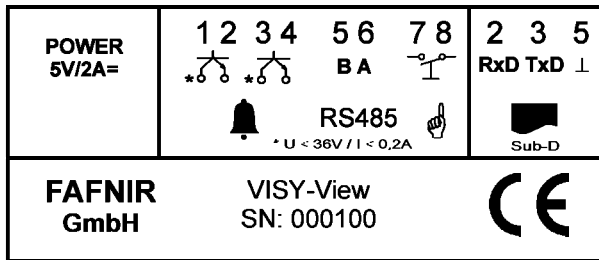
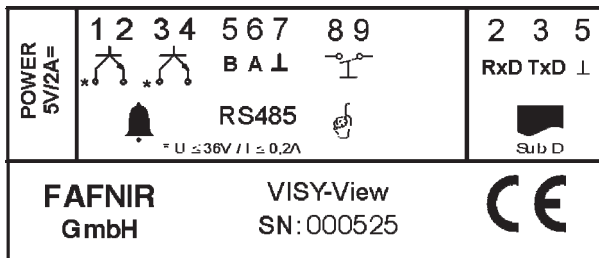

Abbildung 5: Typenschilder bis Gerätenummer 524
Abbildung 6: Typenschilder ab Gerätenummer 525
- (3) Schließen Sie das Verbindungskabel an den Anschlüssen 5 und 6 (B und A) der VISY-View RS-485 Schnittstelle an (siehe Abbildung 5 und Abbildung 6).